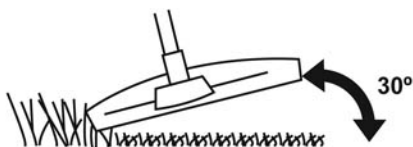

Fig. 25
- > Țineți capul de tăiere chiar deasupra solului la un unghi de aproximativ 30° (Fig. 25).